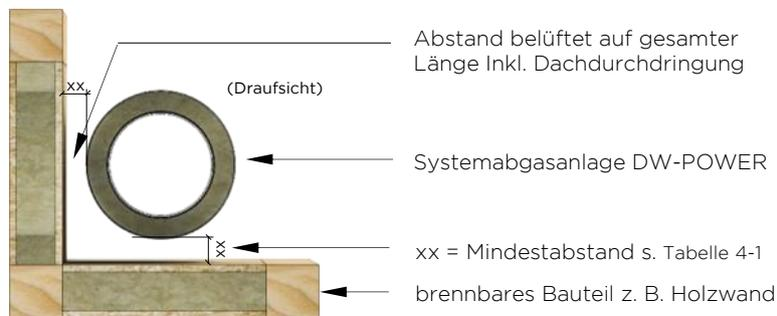

Bild 4-1: Einbau außerhalb von Schächten bis T600
**Achtung:** Der Abstand zu brennbaren Baustoffen bezieht sich auf einen hinterlüfteten Einbau auf gesamter Länge (s. Bild 4-1)!